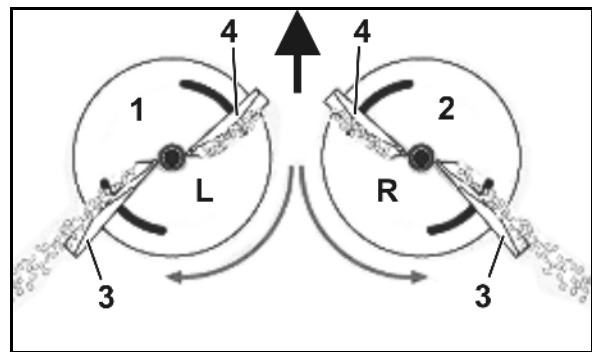

Fig. 28
- venstre spredeskive (Fig. 28/1) med markering **L**.
- højre spredeskive (Fig. 28/2) med markering **R**.
- **Lang** (Fig. 28/3) – Indstillingsskala med værdier fra 35 til 55.
- **Kort** (Fig. 28/4) – Indstillingsskala med værdier fra 5 til 28.